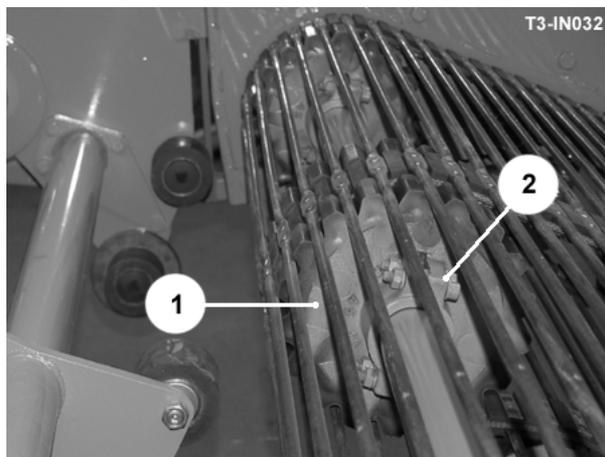

Fig 42
Comparta ruedas de engranaje de unidad (item 1, fig 42) sobre algunos ejes de unidad de Web. Las ruedas de engranaje admiten que ruedas de engranaje gastadas de ser reemplazado o ruedas de engranaje de labia de alternativa sean entallado sin desmontar los ejes de unidad. La mayoría de las ruedas de engranaje de unidad habrán sido compartidas en la instalación inicial, pero si no, deben ser el fraccionamiento de acciones con un martillo y cincel afilado. Antes de compartir una rueda dentada sobre o de la máquina, retire los pernos de reparación. Guarde las mitades de fraccionamiento de acciones de las ruedas de engranaje en los pares correctos para prevenir la mis- ordenación when quedar bien.